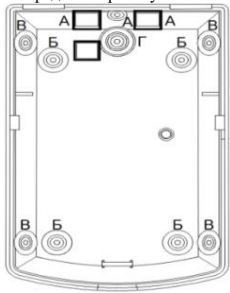

Рис. 5. Внешний вид внутренней стороны основания корпуса извещателя с расположением монтажных отверстий и отверстий для ввода проводов
- вскрыть необходимые отверстия для монтажа (см. рисунок 5);